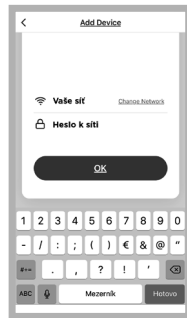

Fig. 8
5. Seleccione la red Wi-Fi a la que el artefacto se conectará e ingrese la contraseña (Fig. 8).